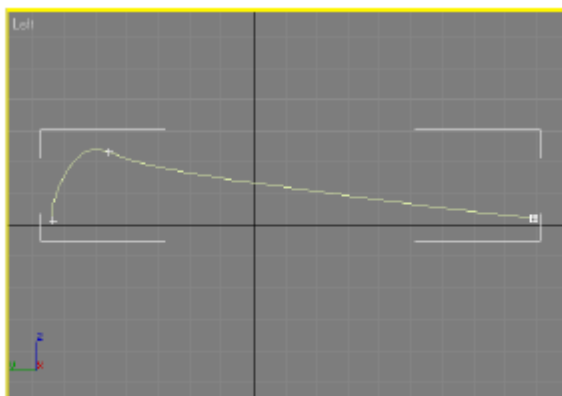

Рис. 5.5. – Заготовка второго элемента консервного ножа
2) Создание второго элемента. Для создания второго элемента перейдите в окно проекции Left (Слева) и создайте еще один объект Line (Линия) формы, показанной на рис. 5.5. При необходимости измените характер излома вершин так, как описано выше.